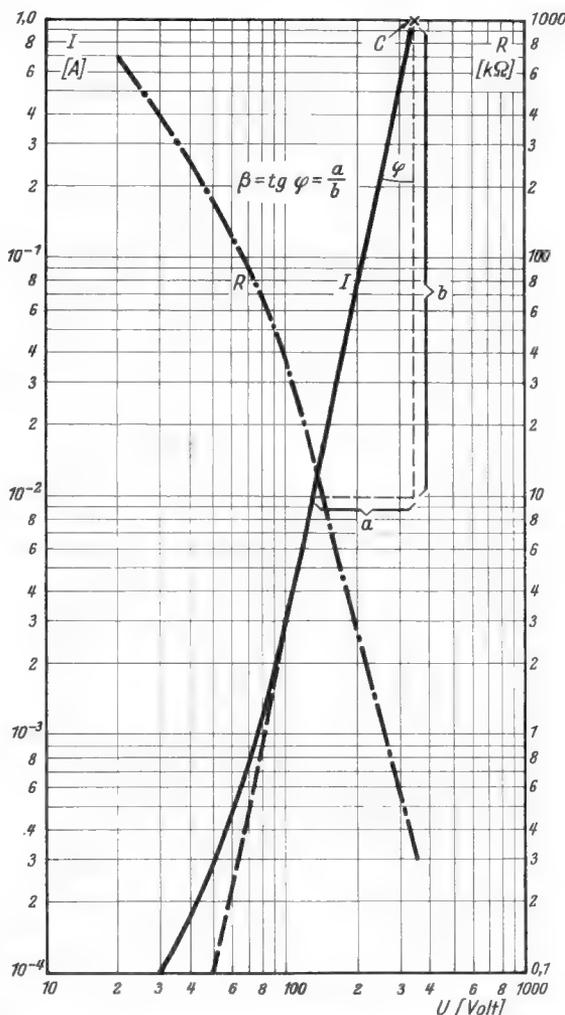

Bild 2. Kurve I: I-U-Kennlinie eines VDR-Widerstandes der Fa. Valvo mit  $C=340$  und  $\beta=0,21$  in doppelt logarithmischem Maßstab
Abgesehen vom Gebiet kleiner Ströme und Spannungen ergibt sich annähernd eine Gerade, deren Steigung und Lage im Koordinatensystem von den Eigenschaften des Widerstandes abhängen, Bild 2, Kurve I.
Aus dieser Geraden (Bild 2) läßt sich leicht eine formelmäßige Beziehung zwischen Spannung U und Strom I ableiten:
$\beta$  = Steigung der Geraden im Diagramm ( $\beta = \text{tg } \varphi$ ) (in Bild 2 ist  $\beta = \frac{a}{b} = 0,21$ )
C bestimmt die Lage der Geraden im Diagramm. Als Kriterium wird diejenige Spannung angegeben, bei der ein Strom von 1 Ampere durch den Widerstand fließen würde. Für  $I = 1 \text{ A}$  ist  $C = U$ , da  $I^\beta = 1$  ist. (Theoretischer, extrapolierter oder im Impulsbetrieb gemessener Wert, da wegen Überlastung des VDR gewöhnlich nicht statisch meßbar.) (In Bild 2 ist  $C = 340$ .)
Aus der Formel (4) geht besonders deutlich hervor, daß der Widerstand nicht konstant, sondern eine Funktion der Spannung ist. Auch für den Widerstand als Funktion der Spannung ergibt sich im doppelt logarithmischen Maßstab eine Gerade (Bild 2, Kurve R), abgesehen von kleinen Spannungen.